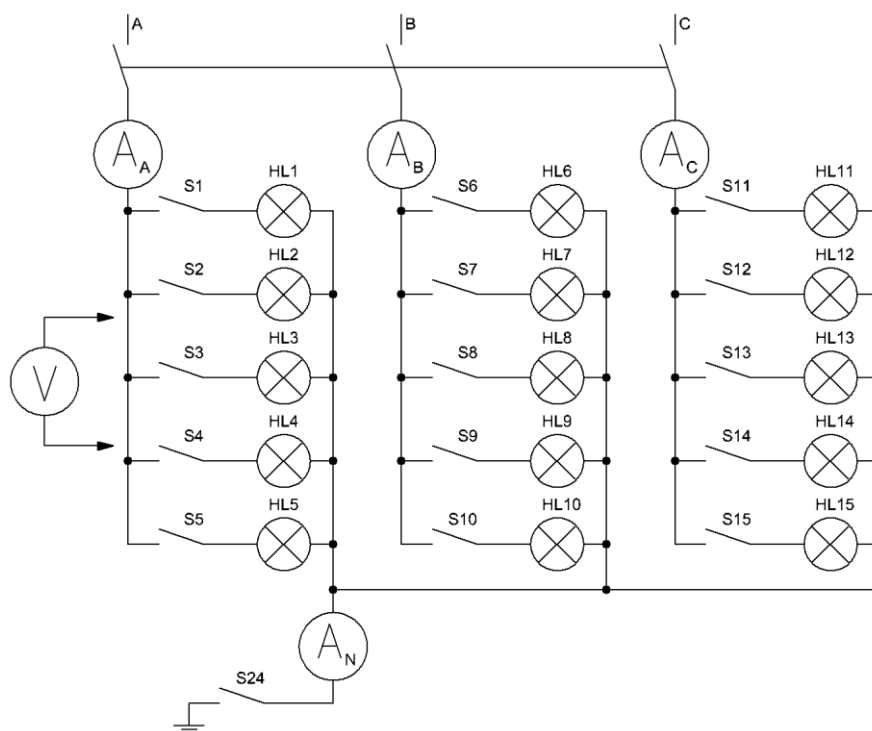

Рисунок 5 – Схема для исследования трёхфазной электрической цепи при соединении приёмников звездой
2. Собрать и изучить схему электрической цепи (рисунок 5).